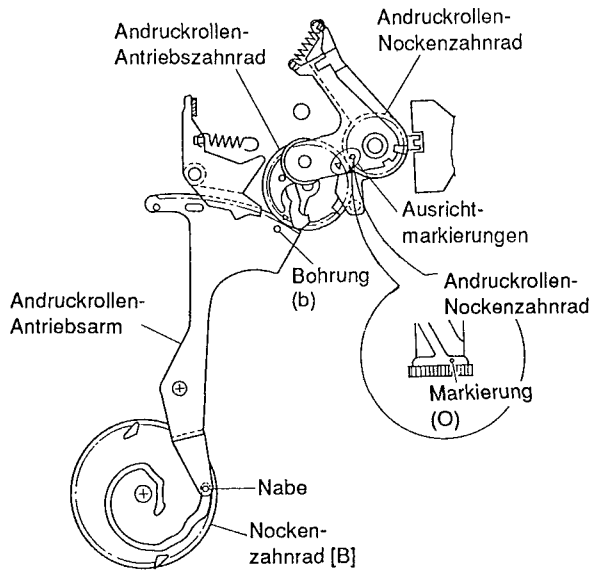

Abb. 4-16
- 4) Die Markierung (○) auf dem Andruckrollen-Nocken-zahnrad und die Markierung (Δ) auf dem Andruckrollen-Antriebszahnrad ausrichten (siehe Abb. 4-16).
- 2) Die Bohrung (b) in dem Andruckrollen-Antriebsarm und die Bohrung in dem Chassis ausrichten (siehe Abb. 4-16).